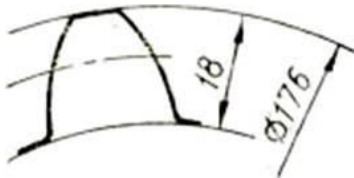

Рис.3
3.10. Сколько, зубьев имеет нормальное прямозубое зубчатое колесо с указанными размерами (рис. 3)?